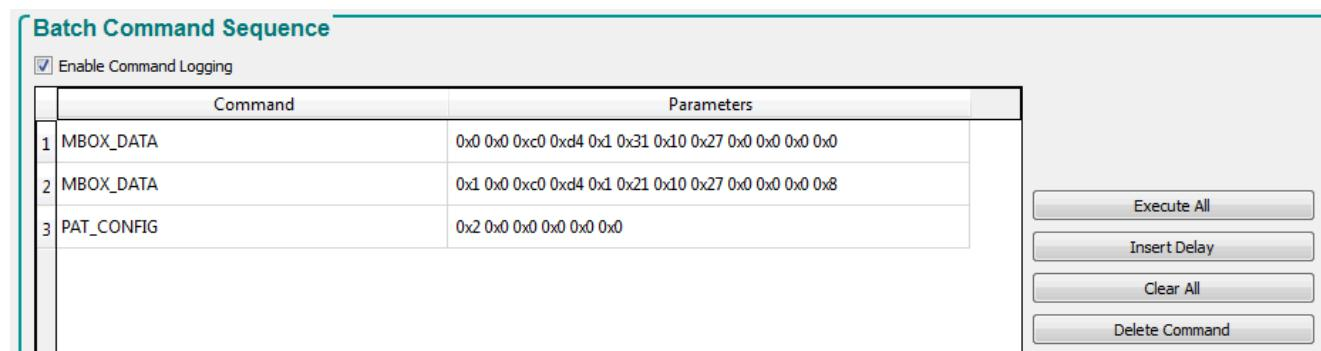
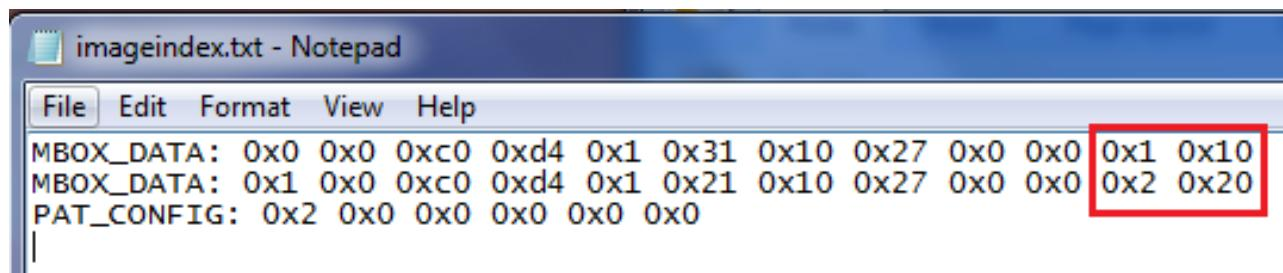

図 3-24. パターン LUT の定義と構成
図 3-25. インデックスとビット位置の更新
10. 図 3-24 に、パターン シーケンスの [Pattern LUT Definition] と [Configuration] が表示されます。
16. メモ帳や、他のエディタを使用して、手順 11 で保存したバッチ ファイルを開いて編集します。このファイルは通常、C:\Texas Instruments-DLP\DLPC900REF-SW-5.0.0\DLPC900REF-GUI\Images and Batch files\ フォルダ内で、どの DLPC900 DMD EVM が使用されるかに応じて、LCR[DMD]_Images\ フォルダに保存されます。図 3-25 に示すように、画像のインデックスとビット位置を変更します。パターン LUT の定義および構成コマンドの詳細については、『DLPC900 プログラマ ガイド』(DLP018) を参照してください。
17. 2つのパターンについて、画像のインデックスと画像のビット位置を、図 3-25 に示します。これらの値は、図 3-24 の値から変更されています。[Save] をクリックして、新しいバッチ ファイルを保存します。